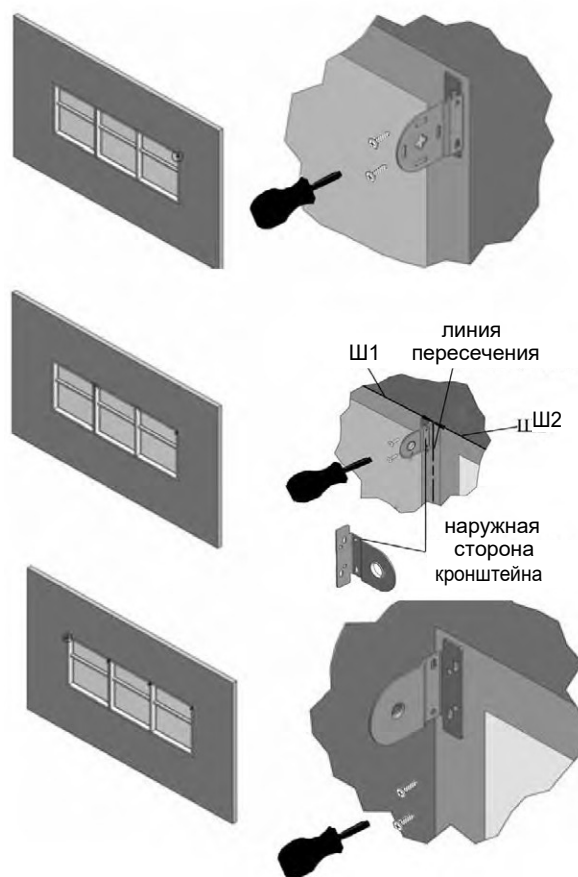

Рис. 9. Установка кронштейнов для MONO AMG
1. Разметить предполагаемые места установки кронштейнов, расстояние между которыми является шириной готового изделия. Место установки промежуточных кронштейнов необходимо разметить таким образом, чтобы их наружная сторона оказалась на линии, до которой велись измерения при замере (Рис.9). **ВНИМАНИЕ!** Установка изделия должна осуществляться по уровню горизонта.
3. Прикрутить 2 саморезами* (при необходимости использовать дюбели*) каждый кронштейн, начиная с правого, используя пластину подкладочную для MONO/DOUBLE AMG (Рис. 9).